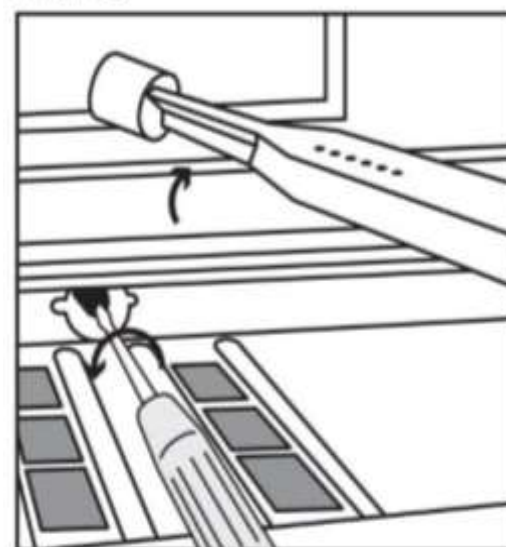

Рис. 11
- специальным торцевым ключом для жиклеров или 7 мм торцевым ключом (рис. 11) отвинтите жиклер горелки духовки и замените его подходящим для нового типа газа (см. табл. 1). Будьте внимательны, чтобы не повредить провода свечи розжига и термпары;